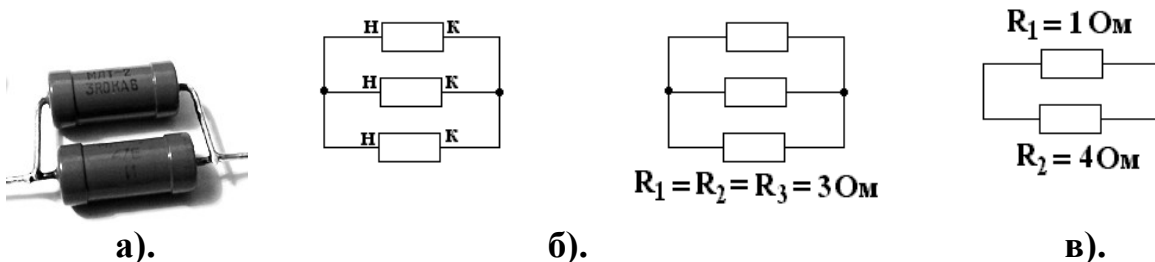

Рис. 20. Параллельное соединение резисторов.
▪ **Параллельным соединением** называется такое соединение при котором у элементов все начала и все концы соединены между собой (рис. 20, а).
1. Параллельное соединение резисторов с равными номиналами (рис. 20, б), формула имеет вид:
2. Параллельное соединение резисторов с разными номиналами (рис. 20, в), формула имеет вид: